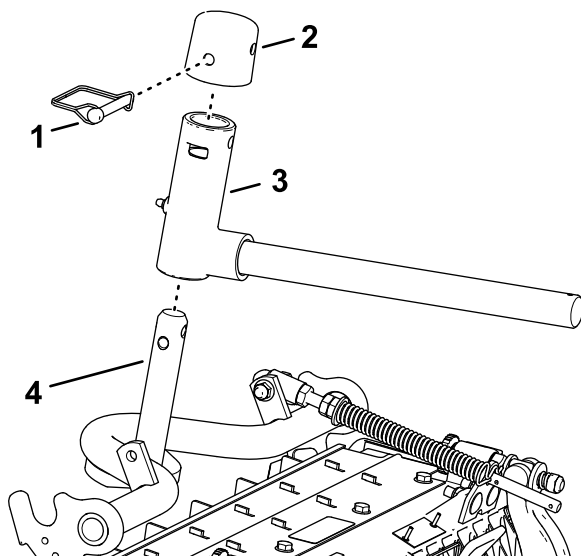

Figura 28
2. Monte la horquilla del brazo de elevación en el eje del bastidor de tiro (**Figura 28**).